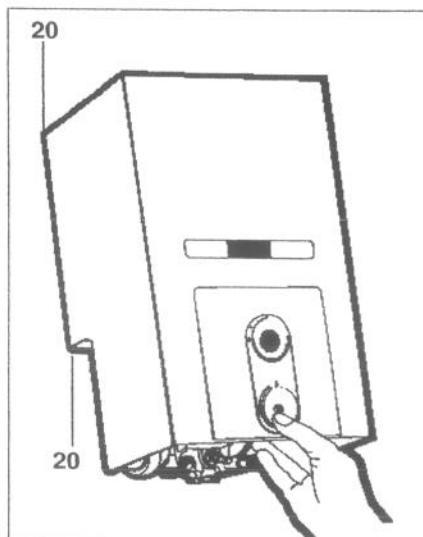

Fig. 1
- Dévissez les quatre vis "20" soulever la façade pour la dégager (fig. 1).